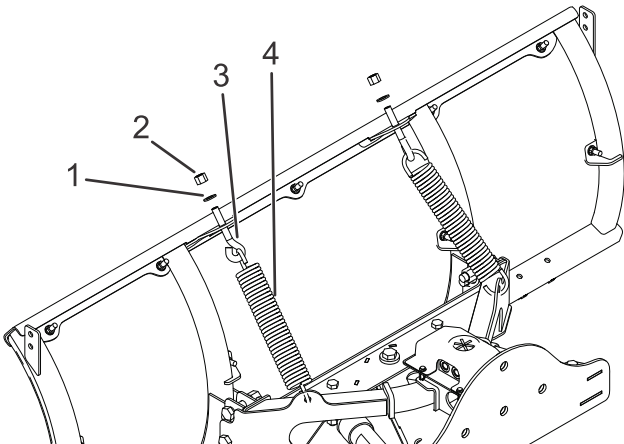

Figure 12
4. Accrochez les 2 ressorts de déclenchement dans les trous sur le cadre de poussée (Figure 12).
5. Accrochez l'autre côté des ressorts de déclenchement aux 2 boulons à œil (Figure 12).
6. Insérez l'extrémité filetée des boulons à œil dans les trous sur la lame de déneigement et fixez-les avec 2 rondelles (1/2 po) et 2 contre-écrous en nylon (Figure 12).